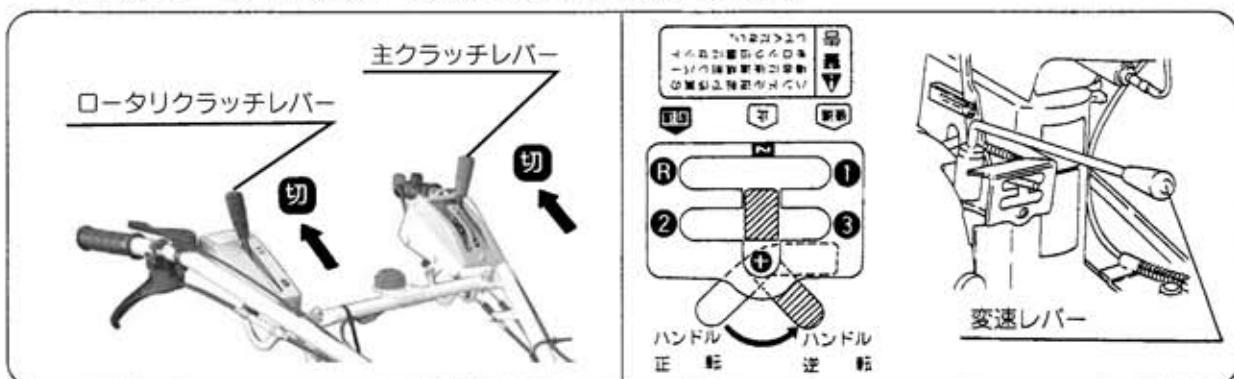

図10
- ① 主クラッチレバーは【切】位置に、ロータリクラッチレバーは【切】位置に、変速レバーは【止(N)】位置にしてください。(図10)